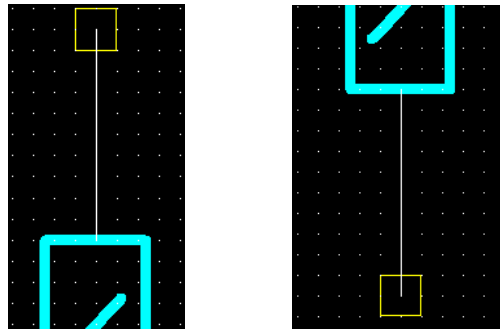

Рисунок 2.19 – Верхний нижний выводы резистора
15. Нажимая клавишу <R> и перемещая, добейтесь вертикального расположения вывода, чтобы место подключения проводников (маленький квадрат) было наверху, а курсор внизу, как показано на рис. 2.19.
17. Еще раз выполните команду Place|Pin, заменив в полях ввода единицу двойкой, нажмите ОК. Разместите второй вывод в середине нижней стороны прямоугольника, повернув его так, как показано на рис. 2.19.